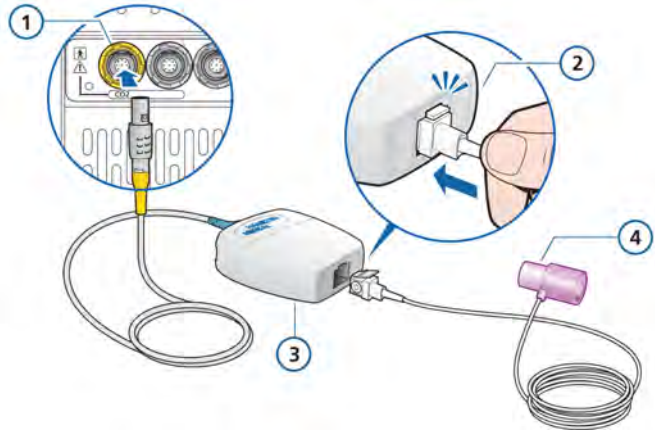

Figura 2-12. Instalación de la celda de muestreo en el módulo de CO2
1. Enchufe el cable del módulo de CO2 intermedio LoFlow[™] en el conector de la tarjeta opciones de CO2 (amarillo) y tenga en cuenta la orientación de las guías de índice en el cuerpo del conector. El cable quedará encajado en su sitio. Consulte la figura 2-12.
2. Enchufe la celda de muestreo en el módulo de CO2 como se muestra en la figura 2-12. El cable quedará encajado en su sitio con un "clic".